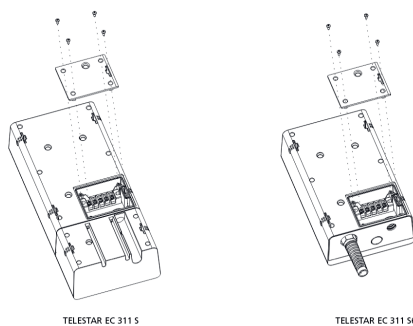

Abb. 8: Feste Anschlussabdeckung
1. Entfernen Sie die Abdeckung des Schutzkastens (Abbildung 8).
3. Bringen Sie die Abdeckung des Schutzkastens wieder an (Abbildung 8).